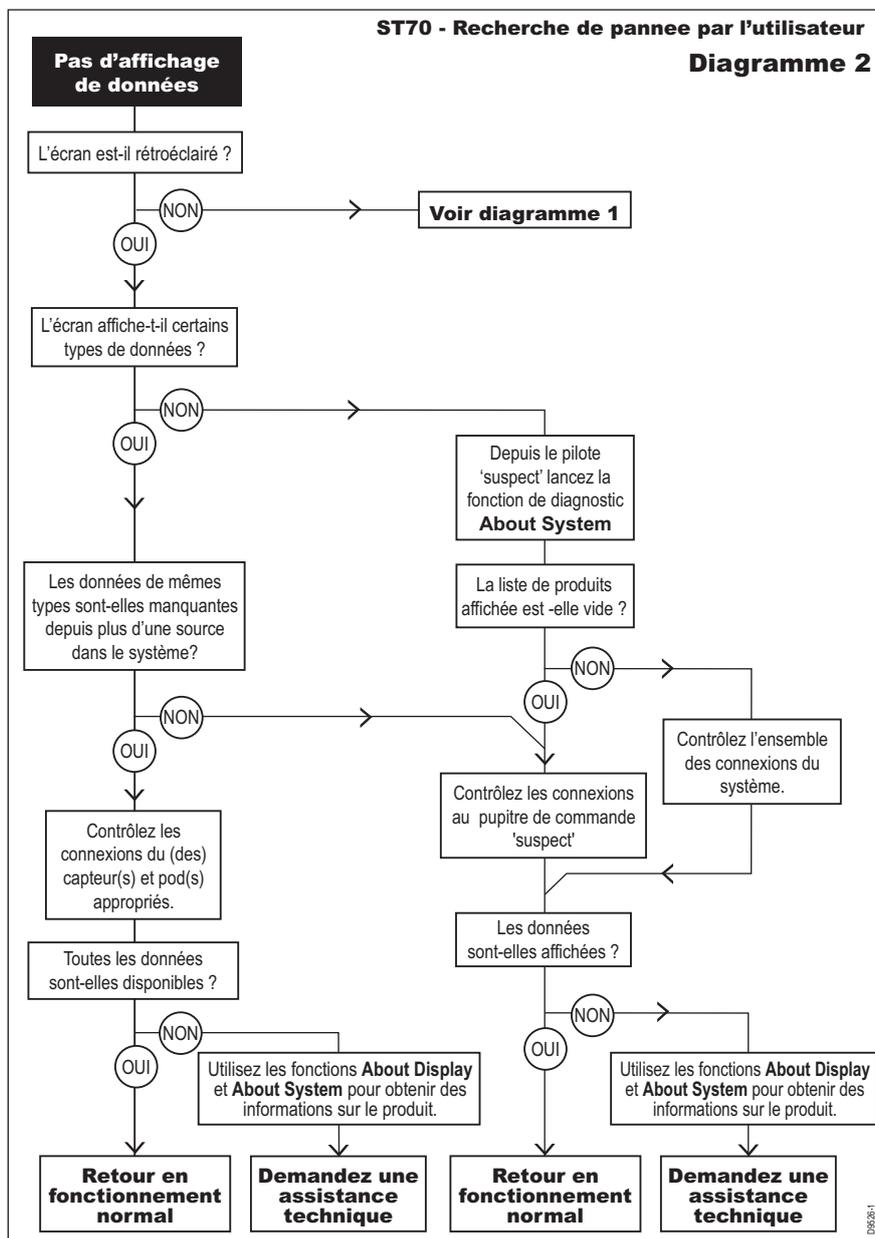

Figure 4-2 Dysfonctionnements – Diagramme 2
- L'écran du pupitre de commande n'affiche pas de données : reportez-vous en *Figure 4-2* en page 30